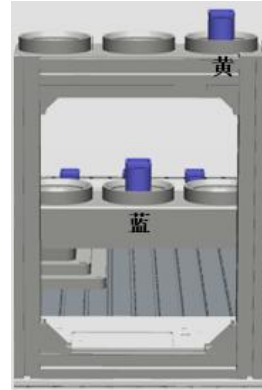

图 6 电机成品入库位置（背面图）
步骤④电机成品入库：将已定位好的电机成品搬运到如图 6 所示立体库中。